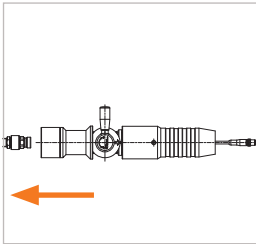

Abbildung 9
- ▶ Heben Sie den Schlauch an der Füllkupplung leicht an und ziehen Sie die Füllkupplung gerade vom Tanknippel ab (*Abbildung 9*).